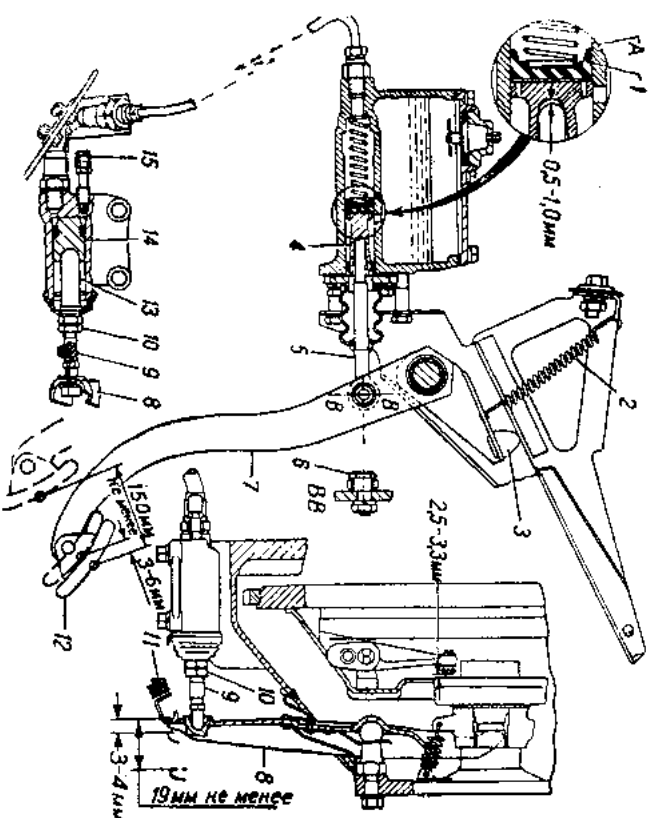

Рис. 46. Привод выключения сцепления.
Привод выключения сцепления (рис. 46) — гидравлический, осуществлен при помощи педали, цилиндра и трубопровода.
1. Освободите оттяжную пружину 11 (рис. 46).
Причиной уменьшенного хода вилки может быть перекрытие отверстия А (см. рис. 46) набухшей манжетой или из-за засорения. Рекомендуется после прокачивания, если ход вилки меньше 19 мм, при закрытом перепускном клапане рабочего цилиндра сделать несколько качков шлангом насосом, создав давление в главном цилиндре, а затем снова замерить ход вилки.